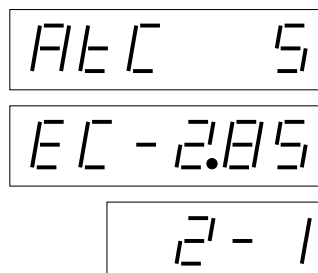

Рис. 12 Отображение установки АТС и ЕС на
7. Установка температурной калибровки АТС для соответствующего пистолета обозначается текстом AtC. Установка электронной калибровки измерительного устройства соответствующего пистолета обозначается текстом EC *см. рис. 12*.